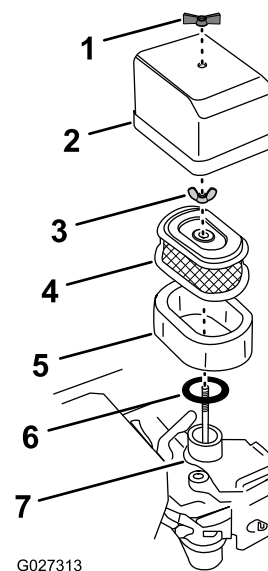

Figure 19
3. Essayez soigneusement le couvercle du filtre à air (Figure 19).
4. Retirez l'àcrou à oreilles qui fixe le couvercle du filtre à air au carburateur, et dàposez le couvercle (Figure 19).
5. Sortez l'àlàment filtrant en mousse de l'àlàment filtrant en papier (Figure 19).
7. Retirez l'àcrou à oreilles qui fixe l'àlàment en papier au carburateur (Figure 19).
4. Placez l'élément en mousse sur l'élément en papier (Figure 19).
1. Avec un chiffon humide, essuyez soigneusement les saletés présentes sur la base du carburateur et à l'intérieur du couvercle (Figure 19).
2. Vérifiez que le joint en caoutchouc est aligné et bien engagé sur la base de montage du carburateur (Figure 19).
3. Alignez l'élément filtrant en papier sur le carburateur et vérifiez que la tige de maintien du carburateur passe par la plaque supérieure du filtre (Figure 19).
4. Fixez le filtre au carburateur avec l'écrou à oreilles serré à la main (Figure 19).
5. Alignez le couvercle du filtre à air au-dessus des éléments filtrants en faisant passer la tige de maintien du carburateur par le couvercle supérieur (Figure 19).
6. Fixez le couvercle sur le moteur avec l'écrou à oreilles serré à la main (Figure 19).